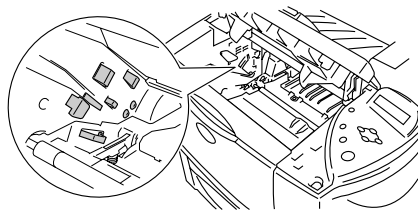

Figura 5-23
- Non toccare gli elettrodi mostrati nella figura 5-23 per evitare di danneggiare la stampante con l'elettricità elettrostatica.